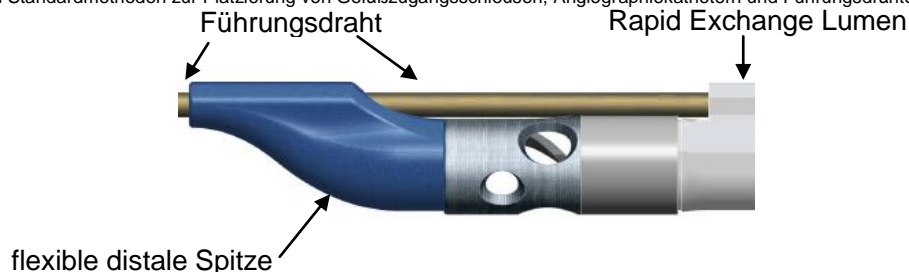

Abbildung 1
3. Sichern Sie die Führungsdrahtposition; stecken Sie den Führungsdraht durch die flexible distale Spitze und den Rapid Exchange Lumen des ThromCat XT Katheters (Abbildung 1).